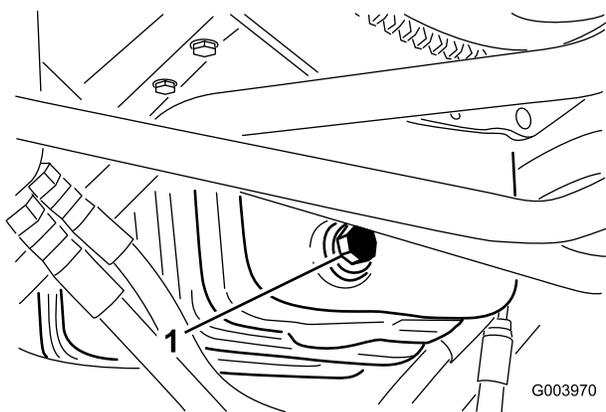

Рисунок 55
1. Снимите сливную пробку (Рисунок 55) и дайте маслу стечь в сливной поддон.